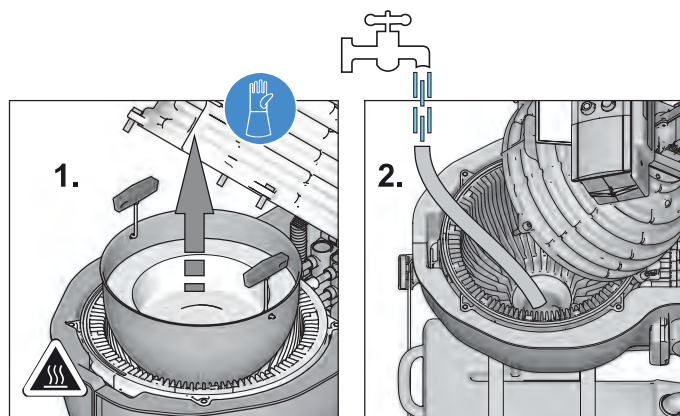

Fig. 4-12 Remplissez d'eau la boîte à condensats.
- Ouvrez le corps de la chaudière et levez la chambre de combustion (voir chapitre 9.2.5), remplissez la boîte à condensats à l'aide d'un flexible (voir fig. 4-12) ou